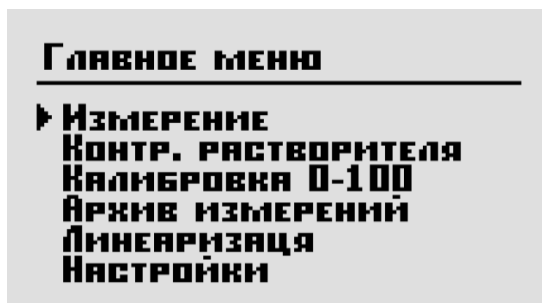

Рисунок 7
- После прохождения подготовки на дисплее появится главное меню (Рисунок 7), из которого осуществляется выбор режима измерения, градуировки и настройка основных параметров.